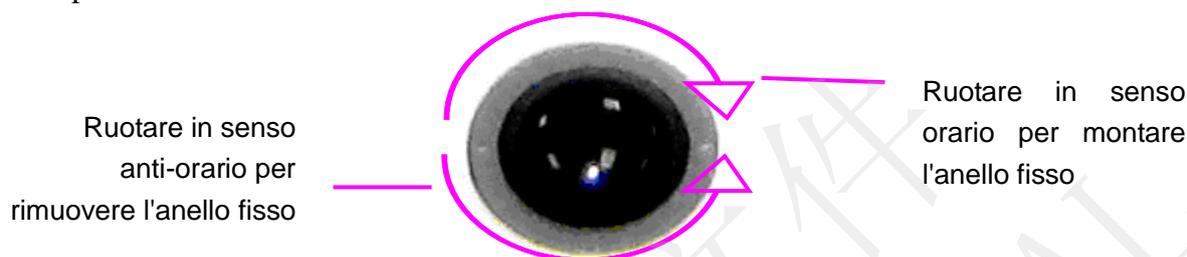

Figura 14-2 Montaggio e Smontaggio del Trackball
2. Rimuovere il trackball (cursore) come mostrato nella figura 14-2.